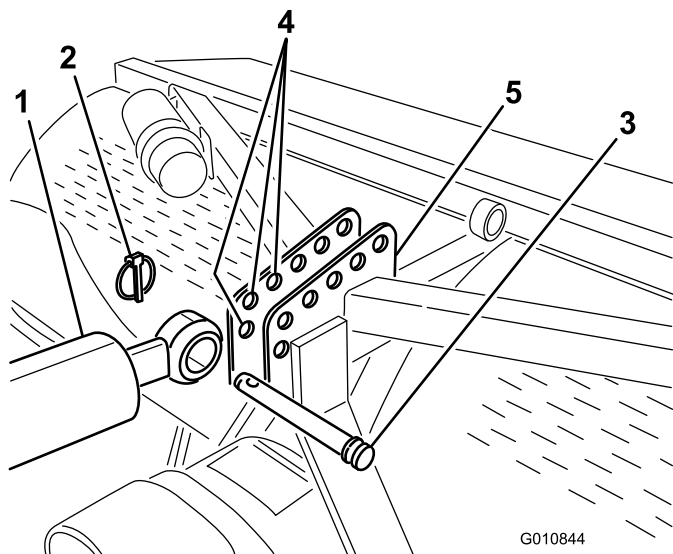

Figura 6
7. Sujete el extremo de la varilla del brazo hidráulico superior en el taladro más adelantado posible del soporte del aireador con un pasador de enganche y un pasador de seguridad (Figura 6).